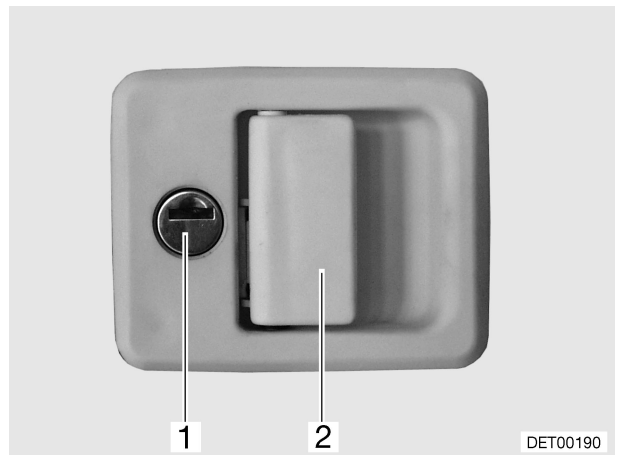

Bild 24 Klappenschloss (Variante 1)
- Schlüssel in Schließzylinder (Bild 24,1) stecken und eine viertel Umdrehung entgegen dem Uhrzeigersinn drehen. Das Klappenschloss ist geöffnet.
- Am Schlossgriff (Bild 24,2) ziehen. Die Außenklappe ist geöffnet.